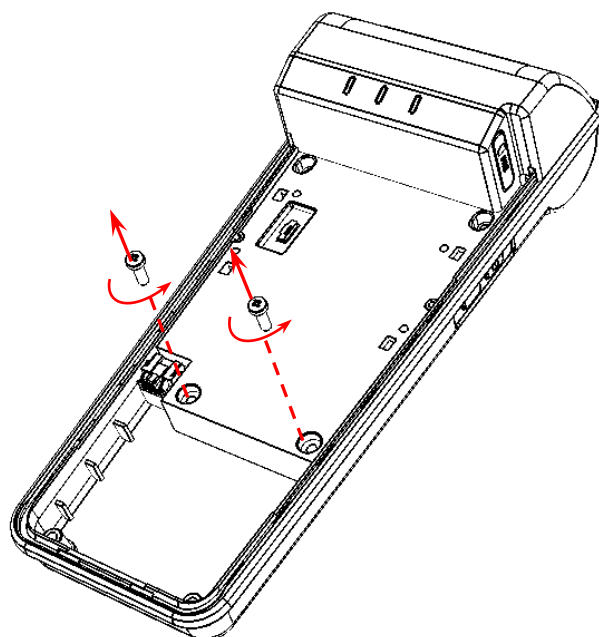

Рисунок 17. Демонтаж корпуса (открутить винты в верхней части корпуса)
5.1. Сначала открутить два винта, расположенные в верхней части (см. рисунок 17).